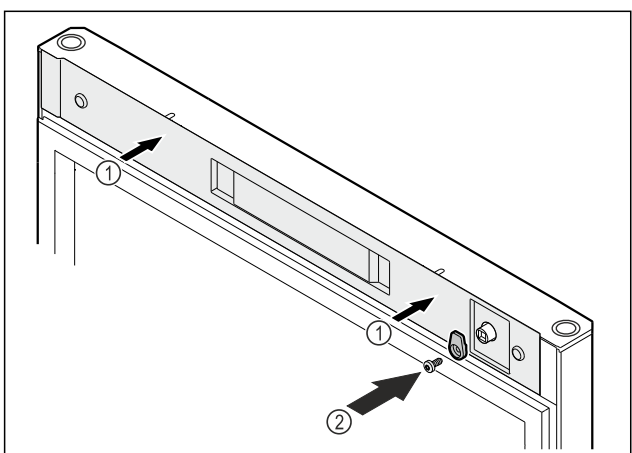

Fig. 54
- ▶ Pange kate peale Fig. 54 (1).
- ▶ Kruvige sulgemiskonks külge Fig. 54 (2).